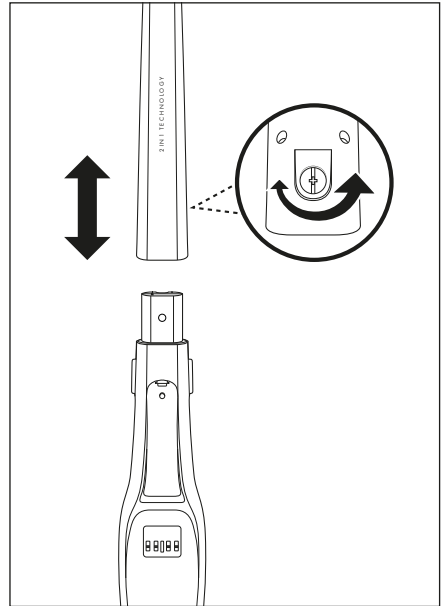

Fig. 1
- 1) Dévissez la vis ⑪ à l'arrière sur le manche ⑩ avec un tournevis dans le sens antihoraire. Sortez la vis ⑪ de l'ouverture de vis sur le manche ⑩.
- 2) Insérez le manche ⑩ sur le support du manche sur l'appareil. Glissez le manche ⑩ entièrement sur le support du manche, jusqu'à ce qu'il soit bien fixé sur l'appareil. (Fig. 1).
- 3) Repositionnez la vis ⑪ dans l'ouverture de vis à l'arrière du manche ⑩. Serrez la vis ⑪ dans le sens horaire avec un tournevis (fig. 1).